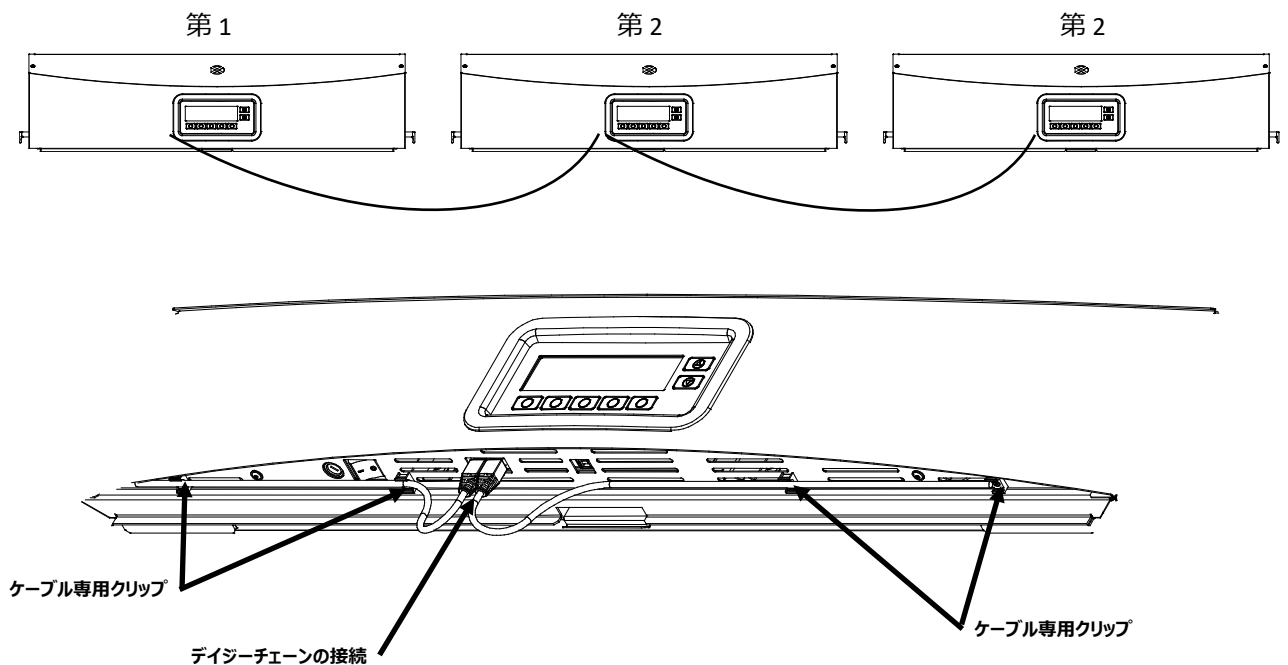

図 11： 光源装置のデジチェーンを接続
9. 光源装置のデジチェーンケーブルを、前方の光源装置の間に接続します。専用クリップでケーブルを固定します。(図 11 参照)